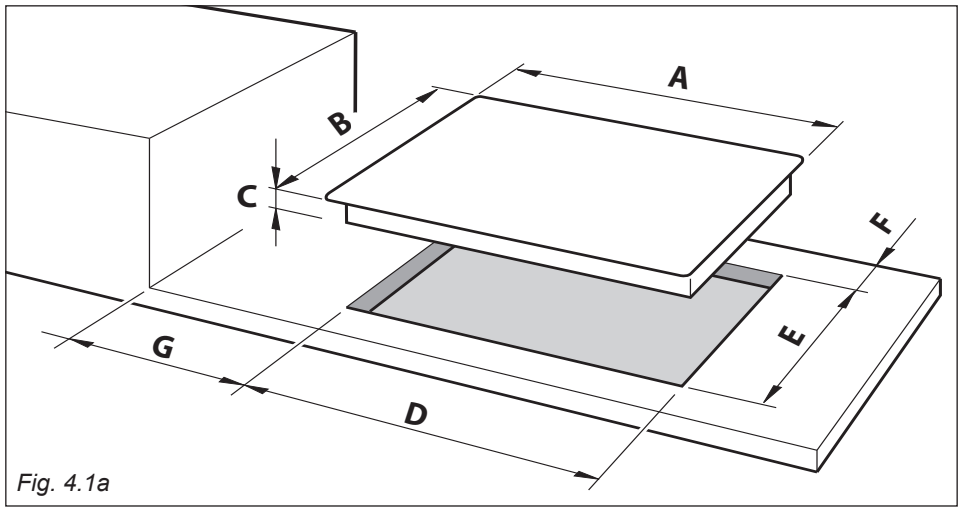

Fig. 4.1a
Lag en utskjæring i benkeplaten iht. målene i fig. 4.1a, og sørg samtidig for at nedenstående overholdes:
- Det skal være en min. avstand mellom koketoppen og sideveggen på 200 mm iht. fig. 4.1a og 4.1b.
- Det skal være en min. avstand mellom bakveggen og koketoppen på 60 mm iht. fig. 4.1a.
- Gjør utskjæringen i kjøkkenbenkeplaten som vist på fig. 4.1a.